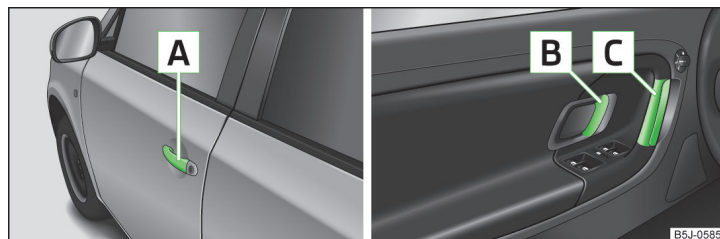

Fig. 28 Tirador/palanca de apertura de la puerta
- Desbloquee el vehículo y tire del tirador [A] » fig. 28 de la puerta correspondiente.